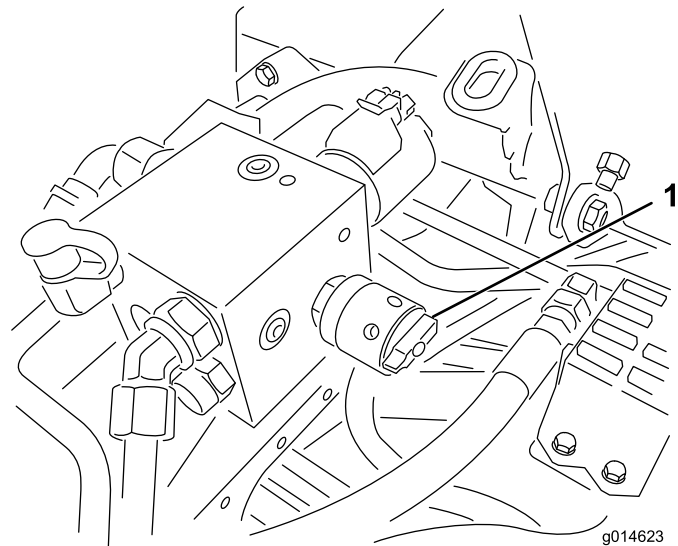

图48
4. 要设置滚刀的速度请旋转旋钮图48直至指示器箭头与表示所需设置的数字对齐为止。